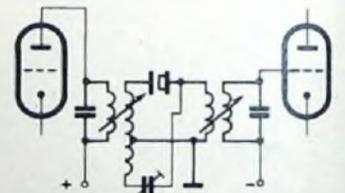

Abb. 9. Doppelseitiges Verändern des Ankopplungsgrades der Spulenkreise
ungsgrades (Abb. 9) läßt sich theoretisch die Bandbreite des Quarzfilters elegant kontinuierlich regeln, wobei auch hier die Schwingkreise in Resonanz bleiben. Eine variable Ankopplung wirkt sich nämlich so aus, als würde das Übersetzungsverhältnis der Formel (3) geändert. Feste Kopplung = große Bandbreite, lose Kopplung = geringe Bandbreite. Leider ruft jede Kopplungsänderung — werde sie induktiv oder kapazitiv vorgenommen — eine Frequenzverwerfung hervor, die sehr unerwünscht ist. Eine gute Lösung des Problems ist daher die stufenweise Regelung der Ankopplung (s. Abb. 5 und 7) durch Anzahlen der Resonanzkreise, wobei jede Stufe optimal auf Resonanz und Anpassung getrimmt ist. Zweckmäßigerweise legt man die fonie-Stellung leicht in das Gebiet einer überkritischen Ankopplung, damit sich der „flat-top“ noch im cw-Gebiet bei unterkritischer Ankopplung leicht bemerkbar macht. Statt einer zweistufigen kann man selbstverständlich auch eine mehrstufige Regelung durchführen.